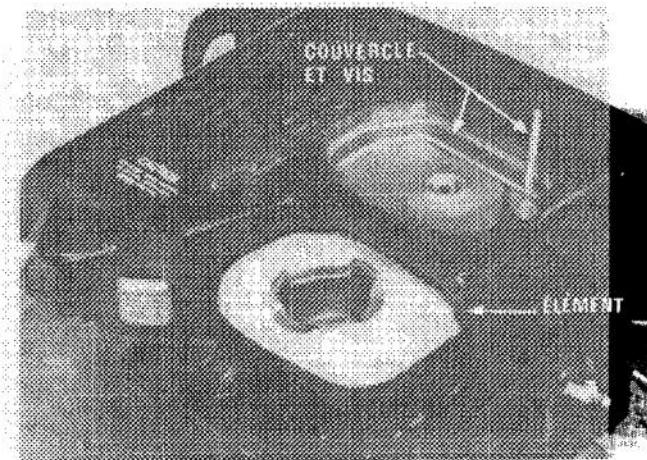

Figure 19
3. Regardez le dessus de l'élément du filtre à air (Fig. 19). S'il est encassé, l'élément doit être enlevé du boîtier du filtre à air (Fig. 19) et nettoyé.
- D. Placez l'élément et l'entretoise dans le boîtier du filtre à air (Fig. 19). Assurez-vous que le bord étroit de l'entretoise soit parallèle au côté du boîtier du filtre à air.